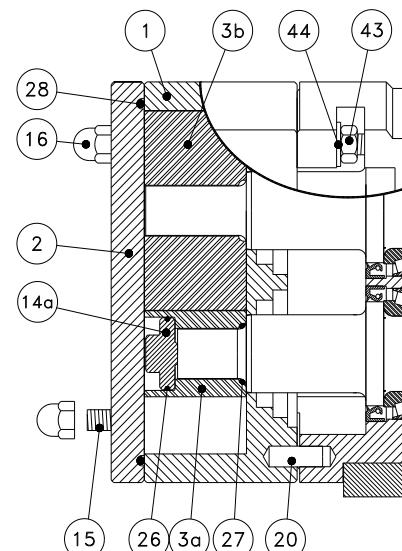

Figura 4.4.1
Afloje las **Tueras de perno** (artículo 43 en la Figura 4.4.1). Quite la **Carcasa del rotor** tirando de los puertos o golpeando suavemente con un mazó de hule. No balancee la **Carcasa del rotor** hacia adelante y hacia atrás excesivamente. Se pueden romper los sellos. Los **Anillos retenes del cierre**, los **Pernos**, las **Caras del cierre estacionario** y las **Juntas tóricas del cierre estacionario** saldrán junto con la **Carcasa del rotor**. Desatornille los **Pernos** para quitar los **Anillos retenes del cierre**, las **Caras del cierre estacionario** y las **Juntas tóricas del cierre estacionario**. Deslice las **Caras del cierre giratorio** y las **Juntas tóricas del cierre giratorio** hacia afuera de los ejes. Para evitar daños, maneje y guarde las **Caras del cierre estacionario** y las **Caras del cierre giratorio** sueltas de manera que sus superficies de sellado empalmadas no sufran rasguños. Si no van a ser reemplazados, los **Collarines de accionamiento** pueden permanecer en los ejes, de lo contrario afloje los tornillos y deslícelos hacia afuera de los ejes. La serie UNIBLOC-PD 500 puede usar manguitos, consulte el borrador de la sección 4.4.4.1.
Quite las **Juntas tóricas de eje** (artículo 27 en la Figura 4.4.1) localizadas detrás de las estrías del eje. Use dos desarmadores largos de cabeza plana a 180° de separado para apalancar el **Manguito del eje** hacia afuera de la **Carcasa del rotor**. Use la navaja o el desarmador de cabeza plana afilado para quitar la **Cara del cierre giratorio del Manguito del eje**. Quite la **Cara del cierre giratorio del Anillo retén del cierre** con la mano.
Coloque la **Junta tórica del cierre giratorio** en el lado escalonado de la **Cara del cierre giratorio** y lubrique. Mientras alinea las ranuras de los pasadores de la **Cara del cierre giratorio** con los pasadores del manguito del eje, oprima con la mano la **Cara del cierre giratorio** sobre el **Manguito del eje** hasta que asiente totalmente. Lubrique la **Junta tórica del manguito del eje** localizado en el diámetro interno del **Manguito del eje**. Al alinear las ranuras de los pasadores en el **Manguito del eje** con los pasadores en el eje (artículo 90 en la Figura 4.4.1), oprima con la mano el **Manguito del eje** (con el cierre giratorio instalado) uniformemente hasta que asiente y se pueda sentir la tensión del resorte. La tensión del resorte debe ajustarse con la instalación del rotor en el eje.
Desconecte la tubería de enjugado de las **Carcasas de enjugado**. Afloje los tornillos del **Collarín de accionamiento** con una llave Allen en los hoyos del puerto de la carcasa de enjugado. Afloje las tuercas (artículo 43 en la Figura 4.4.1). Quite la carcasa del rotor (el artículo 1 en la Figura 4.4.1) tirando de los puertos o golpeando suavemente con un mazo de hule y descance la cavidad del rotor de manera que la cara del cierre esté orientada hacia arriba. No balancee la carcasa hacia atrás y hacia adelante excesivamente ni permita que entre contacto con las estrías del eje. Se pueden romper los sellos. El Paquete de cierre completo, con las Carcasas de enjugado acopladas, saldrán con la carcasa del rotor. Desatornille los **Pernos** para quitar las **Carcasas de enjugado**, las **Caras del cierre estacionario (secundarias)**, las **Juntas tóricas de la carcasa de enjugado** y las **Juntas tóricas del cierre estacionario (secundarias)**. Los componentes del cierre restantes no se pueden quitar en este momento. Para evitar daños, maneje y almacene las Caras del cierre sueltas para que sus superficies de sellado empalmadas no sufran rasguños. Quite las **Caras del cierre estacionario (primarias)** jalándolas hacia afuera de los orificios de sellado de la carcasa del rotor. Quite las **Caras del cierre estacionario (secundarias)** empujándolas hacia afuera de las **Carcasas de enjugado**.
Afloje las tuercas (artículo 43 en la Figura 4.4.1). Quite la carcasa del rotor (artículo 1 en la Figura 4.4.1) tirando de los puertos o golpeando suavemente con un mazó de hule. El cierre completo con todos los componentes saldrá acoplado a la carcasa del rotor. Quite los **Pernos** y los **Anillos retenes del cierre**. Jale los **Cartuchos de cierre doble O-Lip** hacia afuera de los orificios de la carcasa del rotor. Si se usa un manguito opcional, el manguito será quitado con el cartucho.
Si esta usando un sistema de enjugado conforme a lo indicado en la sección 3.3, desconecte dicho sistema de las carcasas de enjugado (41). Afloje las tuercas (artículo 43 en la Figura 4.4.1). Quite la **Carcasa del rotor** tirando de los puertos o golpeando suavemente con un mazó de hule. Todas las piezas del cierre salen con la carcasa. Quite las carcasas de enjugado (41) desatornillando los pernos (32). Ahora puede quitar las juntas tóricas (40a, 40b, 40c).